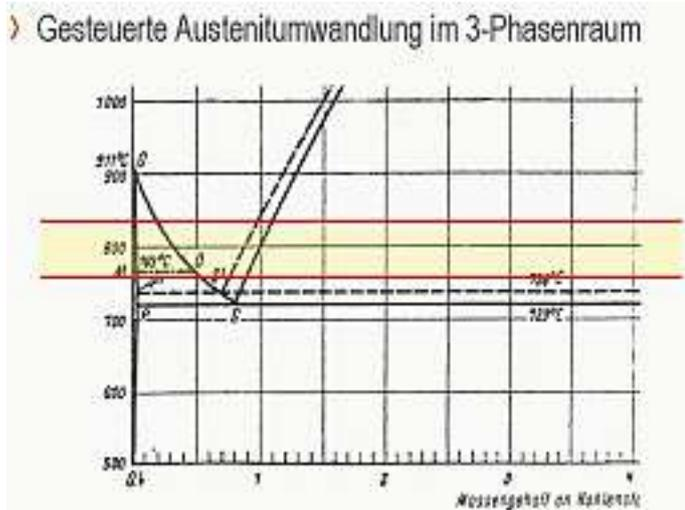

Bild 8: Wärmebehandlungsbereich
**Bild 8** zeigt das verfahrenstechnische Fenster im Eisen-Kohlenstoff-Diagramm. Ziel ist die Bildung von Ferrit I direkt aus dem Austenit und die vollständige Umwandlung des Restaustenits in Perlit.